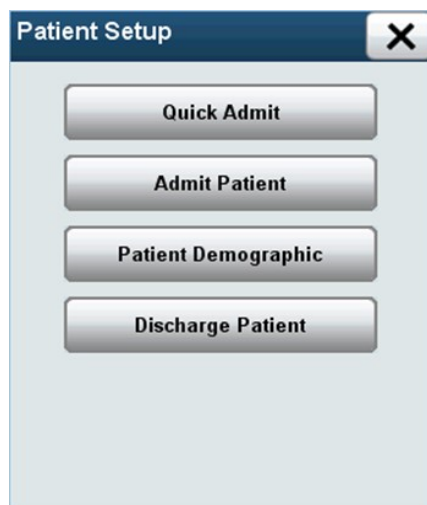

Figure 5-1 Réglage des informations du malade
- Choisissez le menu **【Patient Setup>>】** → le menu **【Patient Setup】**, comme la figure 5-1.